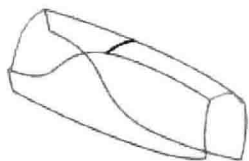
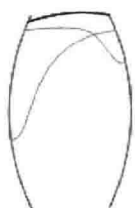

图 1.24 绘制 ISDX 曲线
图 1.25 编辑 ISDX 曲线
(8) 绘制初步 ISDX 曲线。单击“设置活动平面”按钮，选择 DTM2 基准平面为活动平面，单击“视图工具栏”中的按钮，单击“曲线”按钮，在系统弹出的“曲线创建”操控板中选单选项，绘制图 1.24 所示的初步 ISDX 曲线，然后单击操控板中的“完成”按钮。
(9) 编辑 ISDX 曲线。单击曲线编辑按钮，单击“视图工具栏”中的按钮，参考步骤 (3)，编辑图 1.24 所示的 ISDX 曲线，结果如图 1.25 所示。